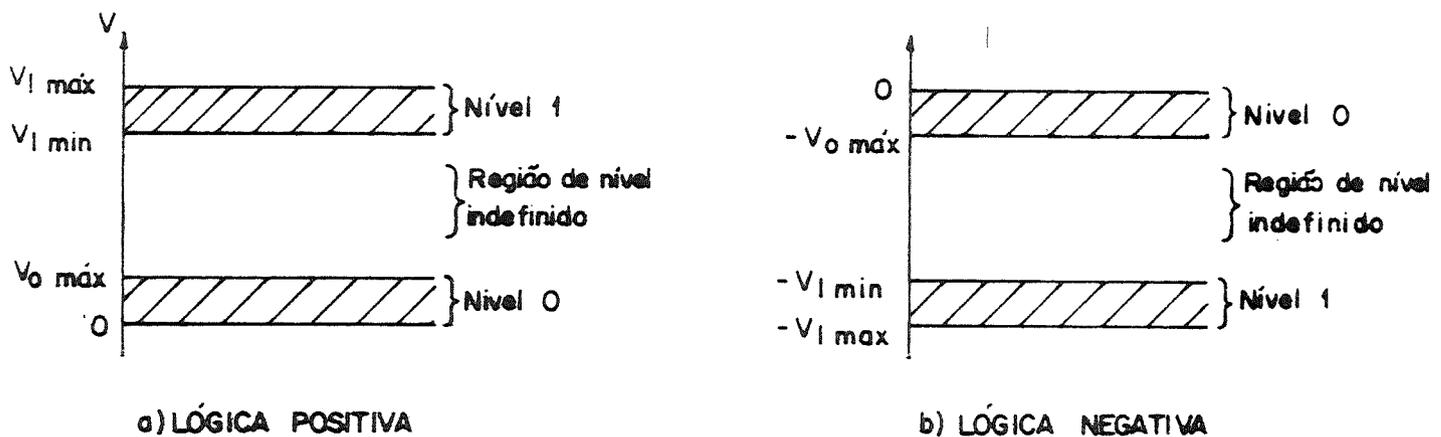

FIGURA. 1.
A faixa em que varia o nível 0 ou nível 1 mostrado na figura 1 depende da família em que o circuito integrado (CI) pertence. O que é então família do CI e o que é CI?